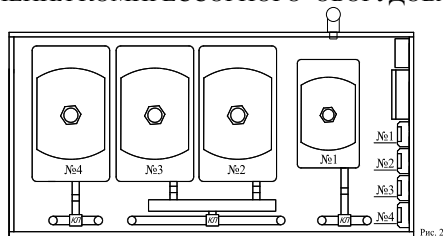

Рис. 2
После завершения работ по подключению электрокабеля к распаечной коробке (см. инструкцию в паспорте на АС «ТОПАЭРО») устанавливаем компрессора согласно рис. 1, а подключение выполняем согласно рис. 2.
**ПОРЯДОК ПОДКЛЮЧЕНИЯ КОМПРЕССОРНОГО ОБОРУДОВАНИЯ (см. рис. 2):**
ПОРЯДОК ПОДКЛЮЧЕНИЯ КОМПРЕССОРНОГО ОБОРУДОВАНИЯ (см. рис. 2):
#### ПОРЯДОК ПОДКЛЮЧЕНИЯ КОМПРЕССОРНОГО ОБОРУДОВАНИЯ (см. рис. 2):